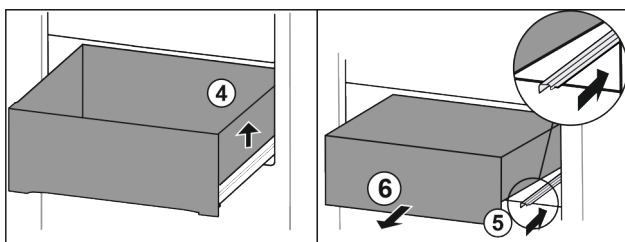

Fig. 89
- Sollevare il cassetto a destra. Fig. 89 (4)
- Inserire la guida destra. Fig. 89 (5)
- Rimuovere il cassetto tirandolo in avanti. Fig. 89 (6)